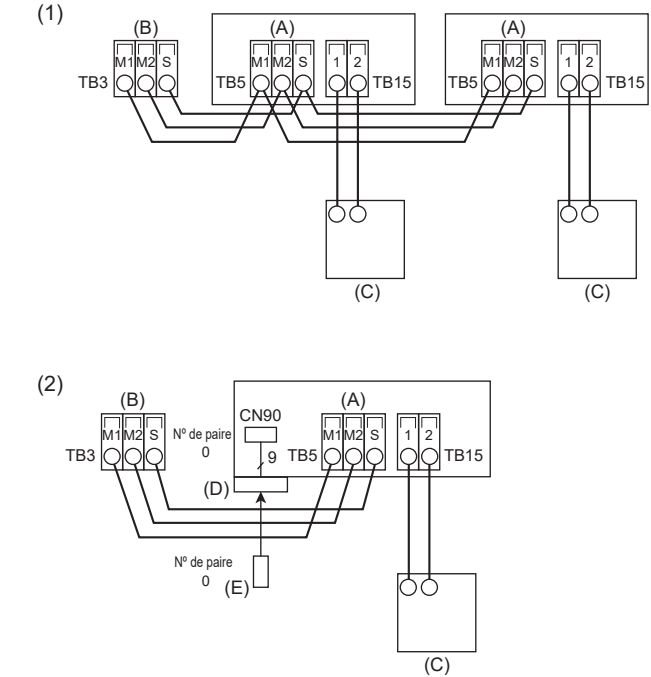

Fig. 6-5
6.4. Raccordement des câbles de la commande à distance et des câbles de transmission intérieurs et extérieurs (Fig. 6-5)